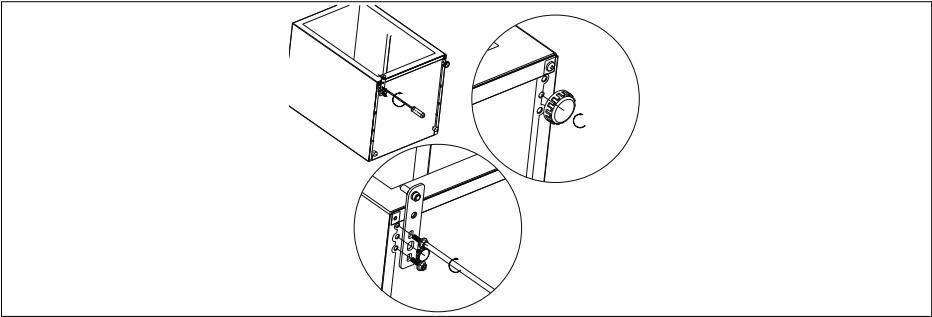

Abb. 8
- ▶ Drehen Sie das Scharnier (5) um und setzen Sie den Zapfen mit Sicherungsscheibe wieder ein.
- ▶ Schrauben Sie das untere Scharnier (5) auf der linken Seite wieder an. Drehen Sie den Stellfuß (5) auf der rechten Seite ein (siehe **Abb. 8**).